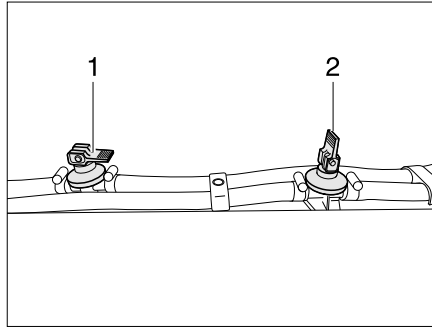

Fig. 362 Robinet de vidange
- Fermer tous les robinets de vidange. Placer le levier à bascule (Fig. 362,1) en position horizontale.